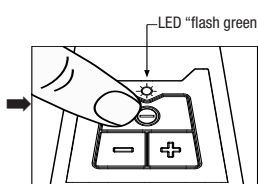

bild 2
2. Tryck på strömbrytarknappen på/av "0" på knappplattan för att slå på slipmaskinen. LED-indikatorn visar "flash green" efter att slipmaskinen har slagits på. - se bild 2.